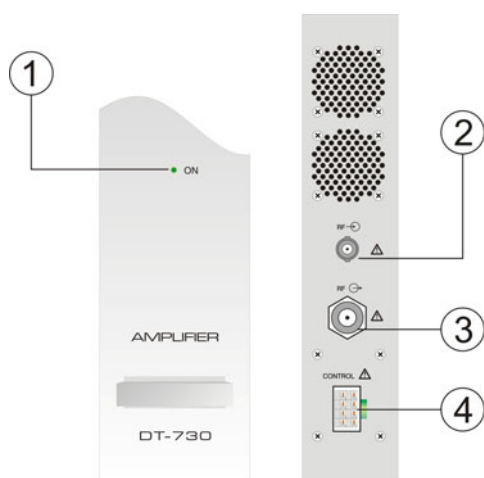

Fig. 1.- DT-730
2.- Conecte la salida del módulo de control DT-800 a la entrada de alimentación del módulo DT-730. (Fig. 1. -4-)
2.- *Connect the output of the control module DT-800 to the power input of the module DT-730. (Fig. 1. -4 -)*
2.- Connecter la sortie du module de contrôle DT-800 à la puissance d'entrée du module DT-730. (Fig. 1. - 4 -)